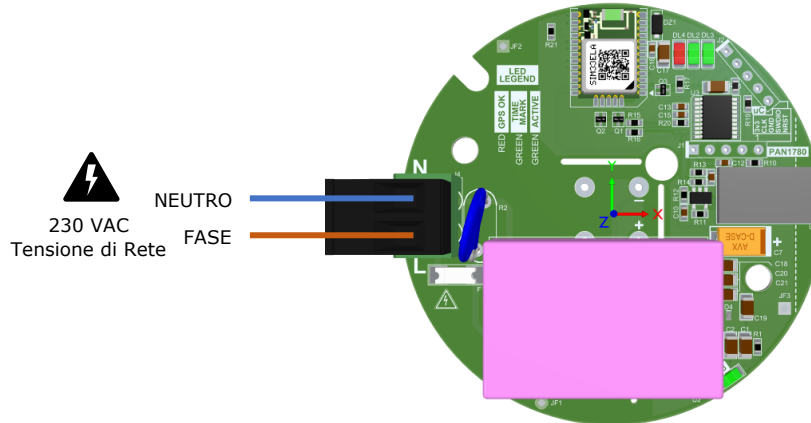

Figura 1: CBU-SKYTIME-IP Cablaggio dell'alimentazione
- a. Inserire il cavo o i cavi di rete a 230 Vac nel pressacavo e cablare i fili Neutro (N) e Fase (L) ai terminali "N" e "L" del connettore AC IN interno (fare riferimento a
- b. Figura 1). Per serrare i fili del connettore, utilizzare un cacciavite a testa piatta da 3 mm o un cacciavite Phillips.